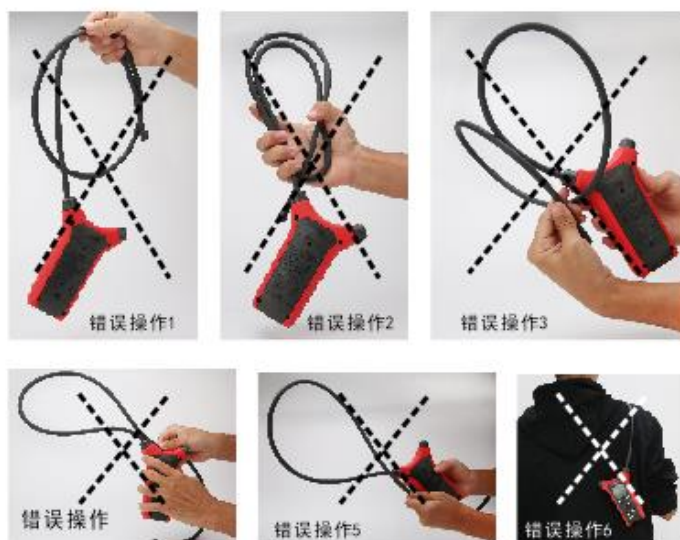

Abbildung 4.4
- 6) Bitte führen Sie die folgenden unsachgemäßen Operationen nicht durch. (Siehe Abbildung 4.4)